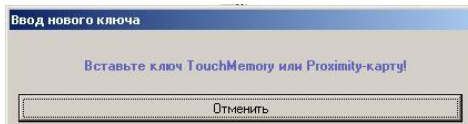

Рис.3
8. Правой кнопкой мыши нажать по пункту «Ключи», выбрать в контекстном меню «Добавить». Открывается окно «Ввод нового ключа» (рис.3)